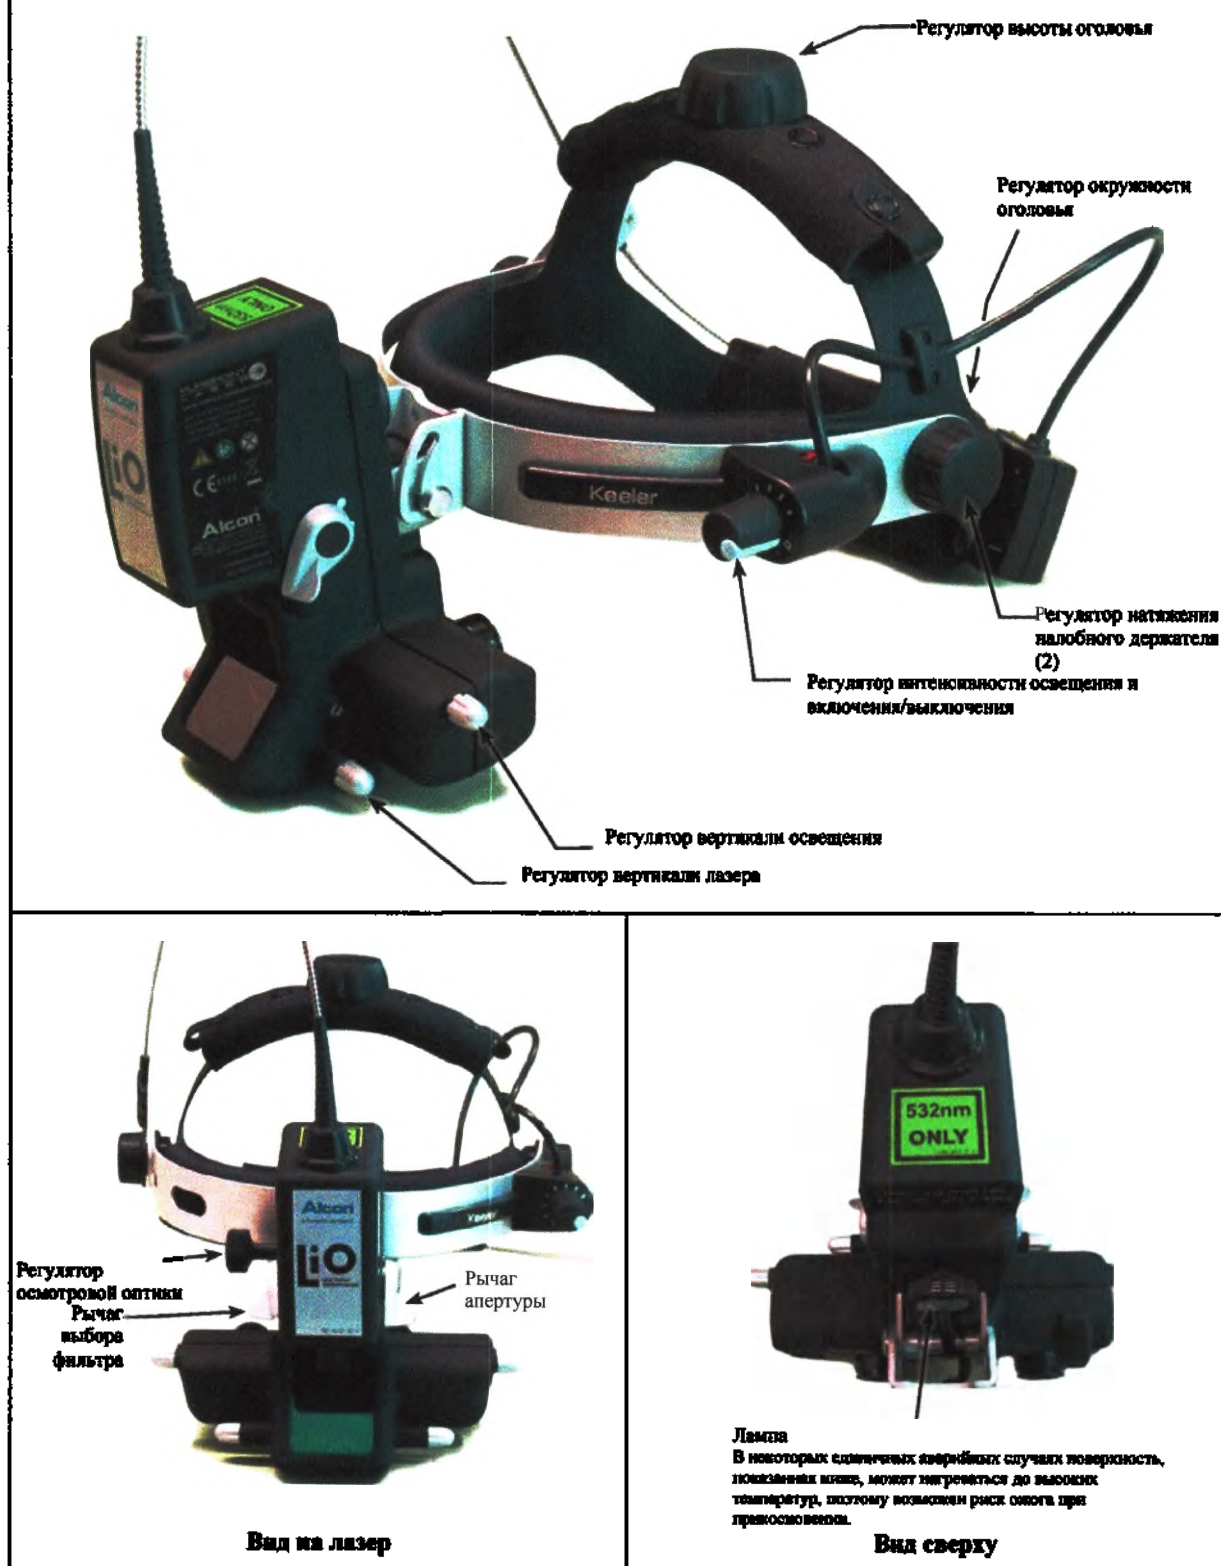

Рисунок 6-4 Управление и настройки налобного офтальмоскопа PurePoint (Keeler) (8065752987)
Вращение этого регулятора (см. рисунок 6-4) по часовой стрелке включает светодиоды и увеличивает интенсивность освещения.
1. Следует ослабить регулятор осмотровой оптики (см. рисунок 6-4), чтобы бинокулярный блок мог перемещаться. Регулятор осмотровой оптики можно отвинтить и переставить на другую сторону для левой.